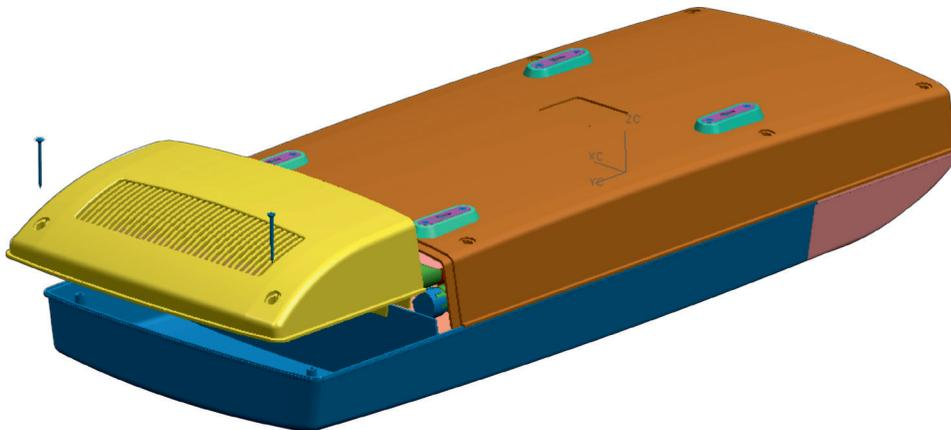

Рис.7
- вывернуть два винта, соединяющие вставку панели с корпусом рециркулятора (рис. 7);
- вывернуть два винта соединяющие рамку с корпусом рециркулятора (рис. 7а) и вынуть использованный фильтр, соблюдая правила обращения с инфицированными материалами.
Рис.7а